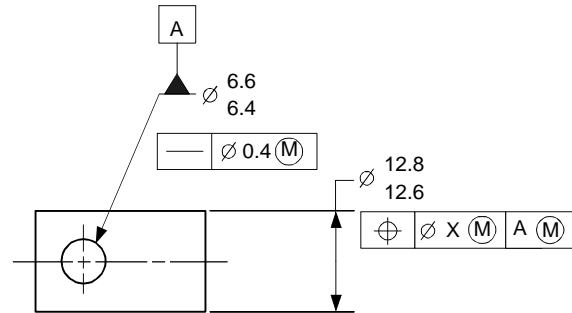

Figura 2
3. En la figura 2, el dispositivo para simular el datum A será . . .
- figura 2 _____